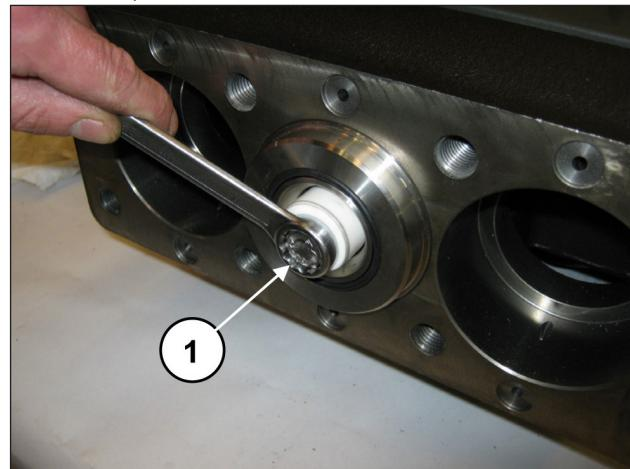

Рис. 168
Демонтируйте поршни, открутив крепежные винты (поз. ①, Рис. 168).